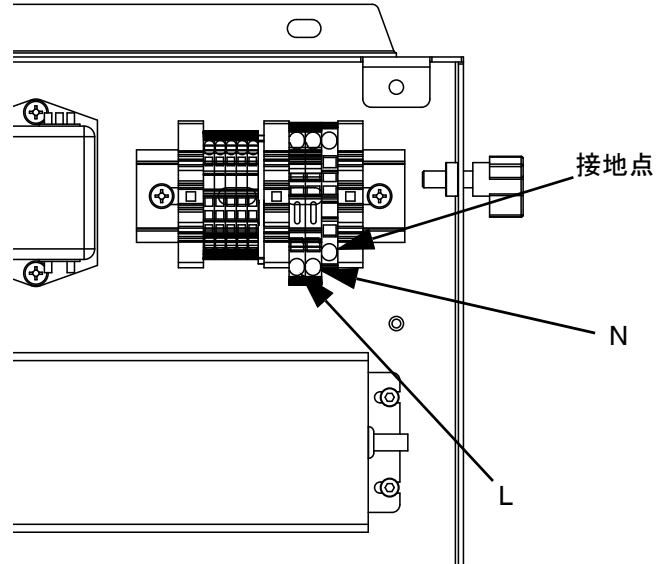

図 14:100-240 Vac 配線
- 100-240 Vac 配線は、図 14 を参照して下さい。